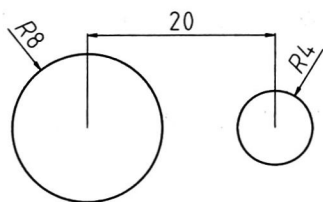

图 1-9 素材文件
- 01** 选择菜单【文件】|【打开】命令, 或单击【快速访问】工具栏中的  按钮, 激活【打开】命令, 打开随书光盘中的“\素材文件\第 1 章\实例 005.dwg”文件, 如图 1-9 所示。